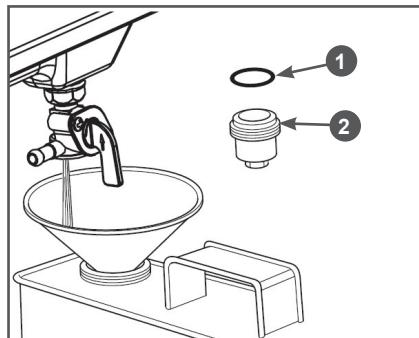

Рис. 22 Слив топлива с топливного бака
- Слейте топливо из топливного бака (Рис. 22). Для этого:
- откройте топливный кран и слейте топливо в приготовленную для этого ёмкость (Рис. 22);
- установите на место стакан отстойника. Перед установкой убедитесь в том, что уплотнительное кольцо 1 находится на месте и не повреждено (Рис. 22).